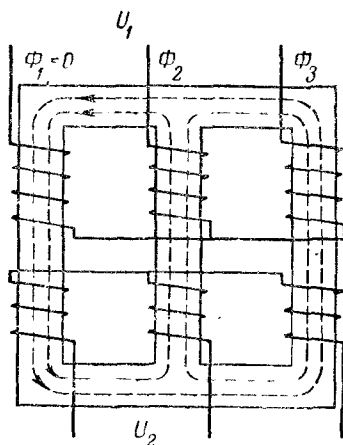

Рис. 245. Магнитные потоки в сердечнике трансформатора при обрыве одной из фаз первичной обмотки.
2. Если первичные напряжения однофазовы, а вторичные напряжения не одинаковы при холостом ходе и при нагрузке, то это может произойти в результате обрыва первичной обмотки трансформатора, соединенного по схеме Υ/Υ . В этом случае э. д. с. во вторичной обмотке поврежденной фазы индуцируется вследствие того, что через ее стержень замыкаются магнитные потоки неповрежденных фаз (рис. 245). Такое же явление наблюдается, если одна из фаз вторичной обмотки при соединении ее по этой же схеме будет «вывернута», когда перенутаны начало и конец обмотки.